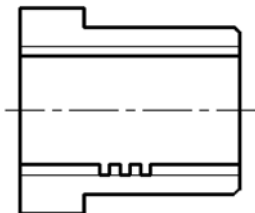

图 8-94 图形效果
19) 修补图形。单击“直线”按钮 , 绘制螺槽必需的轮廓线, 然后单击“修剪”按钮 , 将多余的线段修剪掉, 得到的效果如图 8-94 所示。